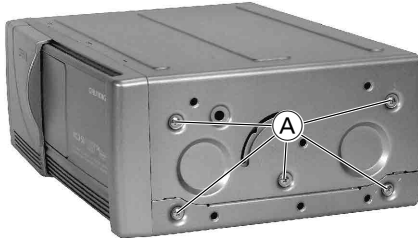

Fig. 1
- 15 Schrauben (A) (Fig. 1, 2 und 3) herauserschrauben.
- Undo 15 screws (A) (Fig. 1 and 2).